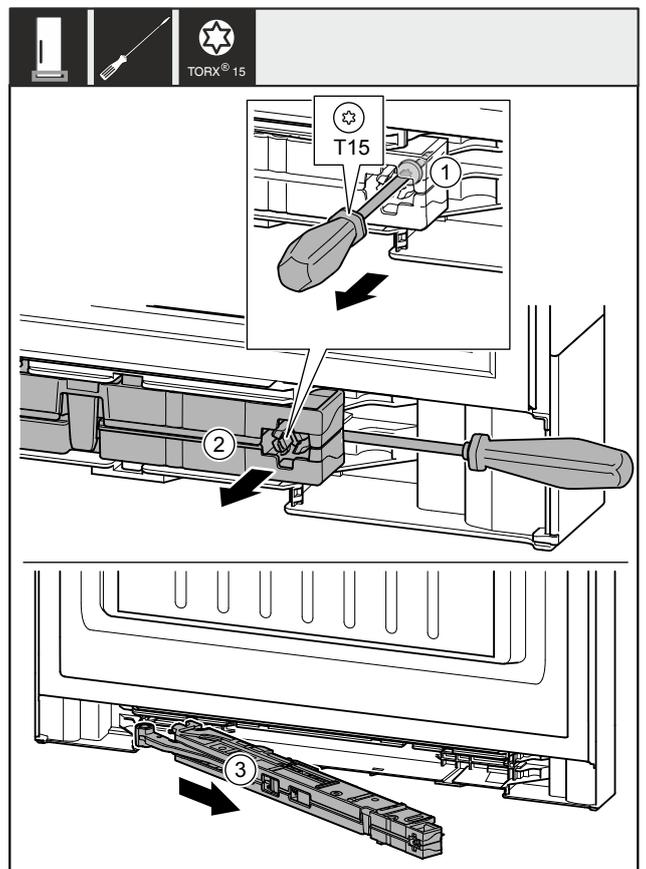

Fig. 11
- ▶ Schraube Fig. 11 (1) an Schließdämpfereinheit mit Schraubendreher ca. 14 mm lösen.
- ▶ Schließdämpfereinheit Fig. 11 (2) griffseitig mit Schraubendreher nach vorne aushebeln.
- ▶ Schließdämpfereinheit Fig. 11 (3) herausziehen.